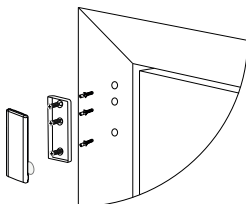

Figura 5: Instalação do parafuso do dispositivo
2. Aparafuse a base do dispositivo na estrutura da porta. Veja a Figura 5.